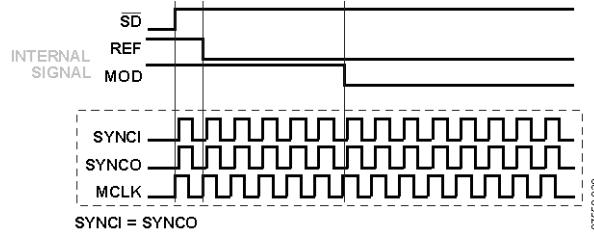

図 38.SYNCl = SYNC0
- SYNCl = SYNC0。SYNC0 は、SYNCl の遅延されたクロック信号になります(図 38 参照)。